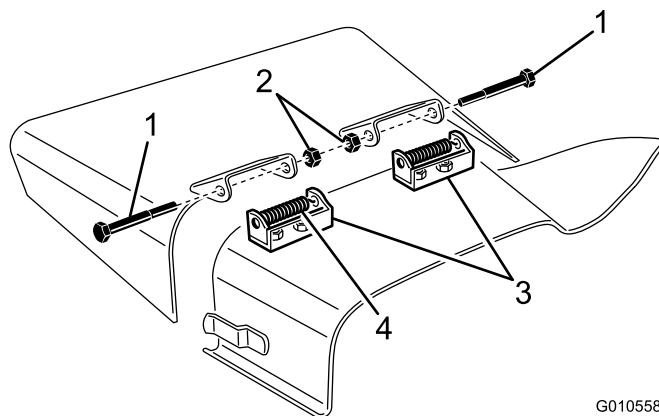

Figura 27
2. Togliete i 2 bulloni, i dadi di bloccaggio e le molle che fissano i supporti del deflettore alle staffe orientabili (Figura 27).
3. Per rimuovere le staffe orientabili, toglie i bulloni a testa tonda e i dadi (Figura 27).